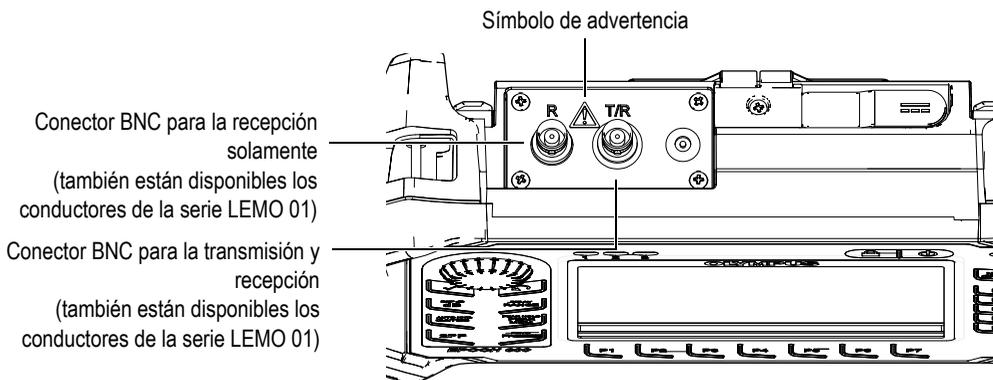

Figura 3-10 Ubicación de los conectores de palpadores
Los conectores de palpadores están ubicados en la parte superior izquierda del equipo y son fácilmente accesibles desde el frente del equipo (véase la Figura 3-10 en la página 65).
No toque el conductor interno de los conectores BNC (o LEMO) para evitar todo riesgo de descarga eléctrica. El conductor interno puede alcanzar una tensión de 400 V. El símbolo de advertencia ubicado entre los conectores BNC de Transmisión y Recepción (T/R) y de Recepción (R), tal como lo muestra la Figura 3-10 en la página 65, indica un riesgo de descarga eléctrica.